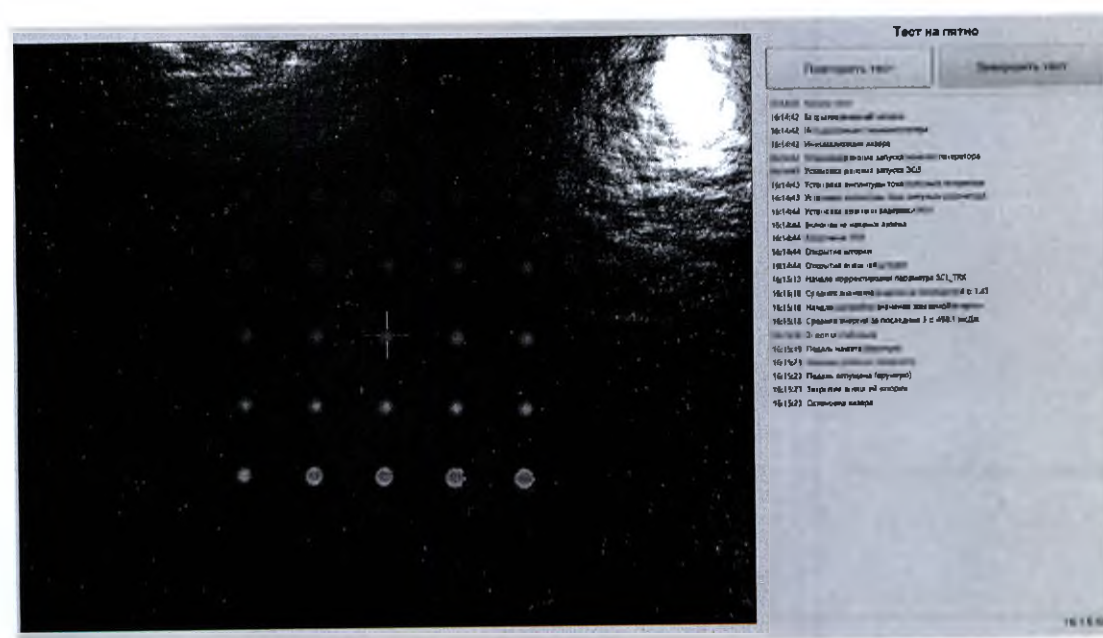

Рис. 8.12: Окно теста на пятно (конец)
5. Нажмите педаль и удерживайте её, пока генерация не прекратится. После окончания абляции окно теста примет вид рис. 8.12.